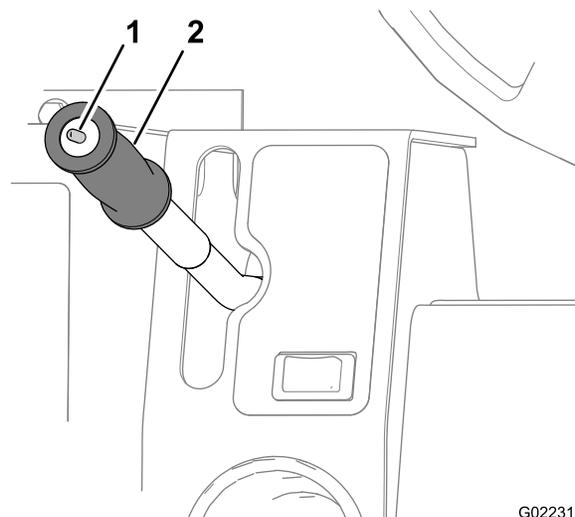

Figura 26
Este seletor (Figura 26) controla o modo de operação do motor hidráulico e possui duas posições: Transporte e Trabalho. Selecione o modo de operação desejado. Mova o seletor para trás (para perto de você) para selecionar a velocidade de Trabalho (W) ou mova o seletor para frente (afastando-o) para selecionar a velocidade de Transporte (T).